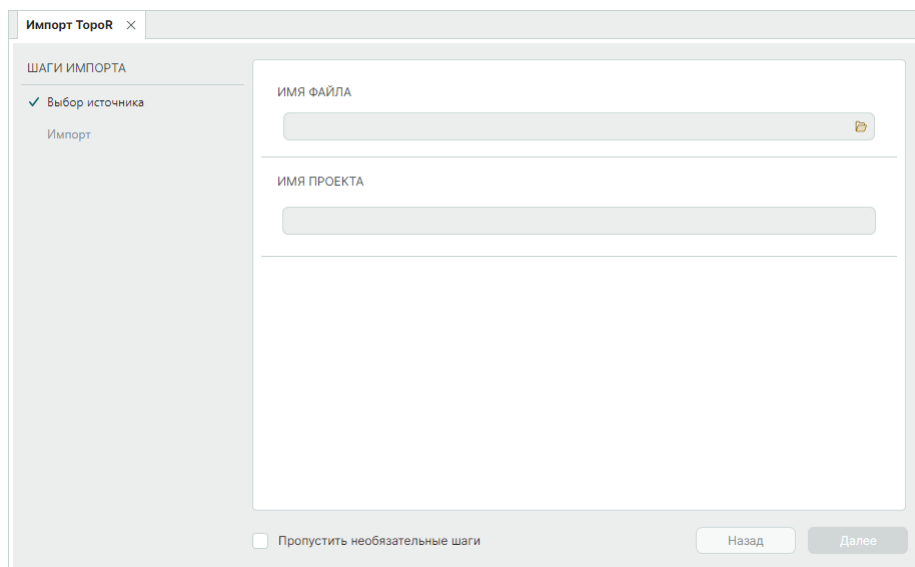

Рис. 66 Выбор файла
3. На шаге «Выбор источника» выберите файлы для импорта, Рис. 66, нажав .